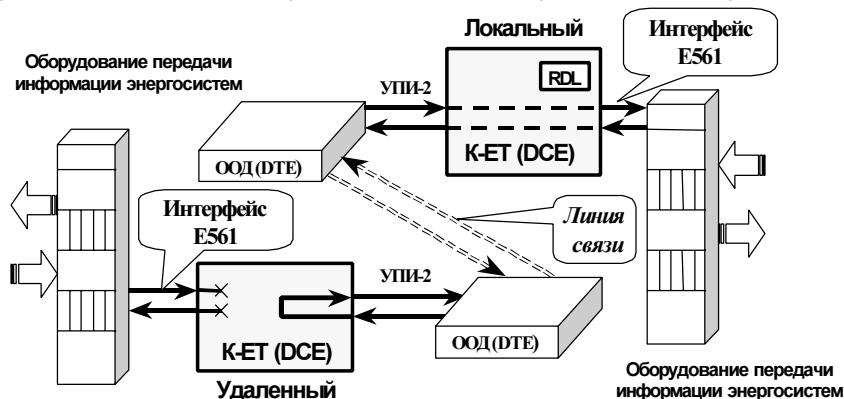

Рис. 10 Проверка Удаленный шлейф (**RDL**) для АКД (DCE)
Принцип проверки Удаленный шлейф (**RDL**) для одного направления приведен на Рис. 10. Для организации проверки
канала передачи данных в режиме Удаленный шлейф (**RDL**) с помощью устройства подключенного к интерфейсу E561 необходимо подключить конвертеры и установить необходимый режим преобразования, а микропереключатели S1.8, S2.8 должны находиться в положении **Off**. Затем на одном конвертере, назовем этот конвертер **ЛОКАЛЬНЫМ**, необходимо установить тумблер **RDL-о-LL** в положение **RDL**. На другом конвертере, см.Рис. 10, назовём его **УДАЛЕННЫМ**, тумблеры должны находиться в среднем положении (рабочий режим).
1. **ЛОКАЛЬНЫЙ** конвертер устанавливает активное состояние выходных цепи *DCD* УПИ-2, зажигает индикатор **CD**, затем посыпает удаленному конвертеру управляющую кодовую последовательность для перевода **УДАЛЕННОГО** конвертера в режим заворота данных через УПИ-2 см. Рис. 10.